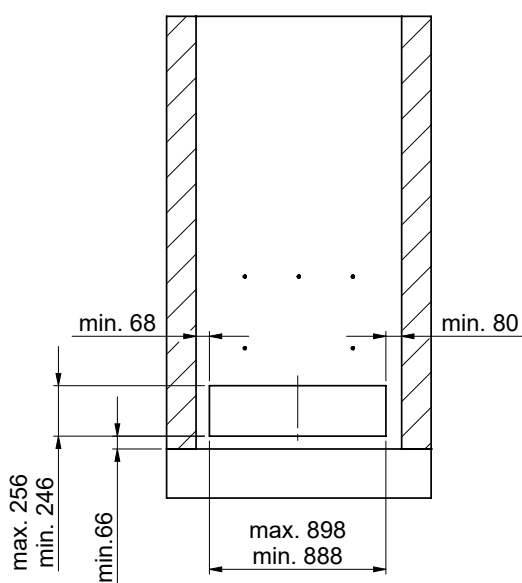

Fig. 35 Passage mural pour cloison coupe-feu
► Créer un passage mural pour la cloison coupe-feu selon le croquis Fig. 35.
Les dimensions indiquées sur le croquis Fig. 35 doivent impérativement être respectées. L'embrasure du passage mural doit être recouverte d'une finition lisse ① du fait des exigences techniques relatives à la protection incendie – Fig. 36.